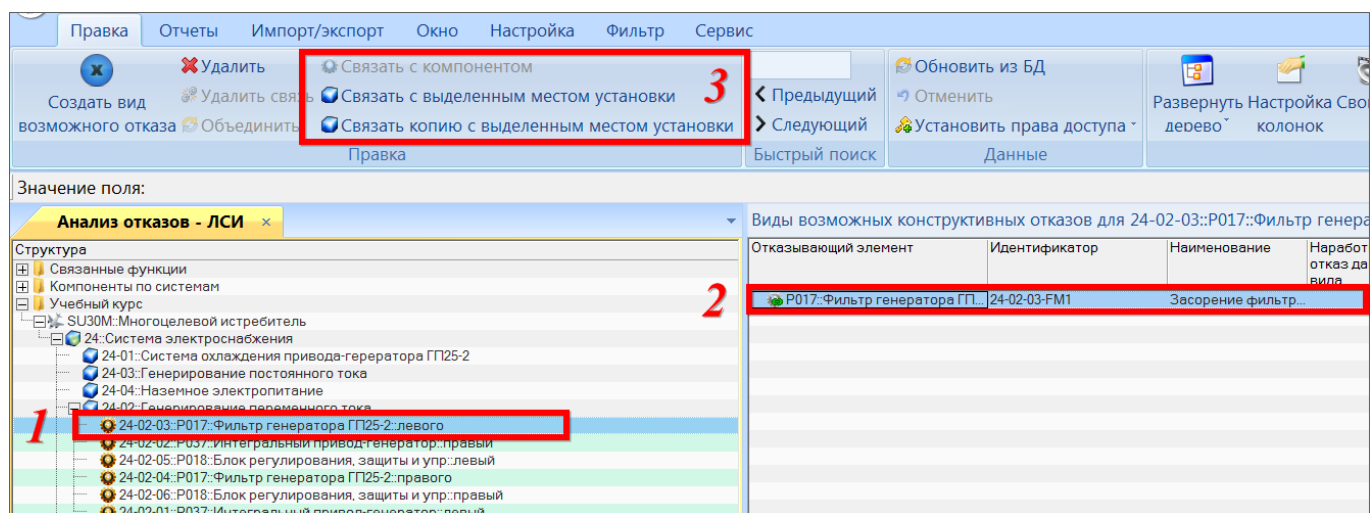

Рис. 10-314 – Установление связи КО с компонентом или выделенным местом его установки в ЛСИ
- 2) Выбрать компонент в рабочем окне «Анализ отказов – ЛСИ» (1 на рис. 10-314).
- 3) Перейти в окно «Виды возможных отказов» для выбранного компонента (2 на рис. 10-314).
4) Нажать кнопку «Создать вид возможного отказа» панели «Правка» (3 на рис. 10-314).